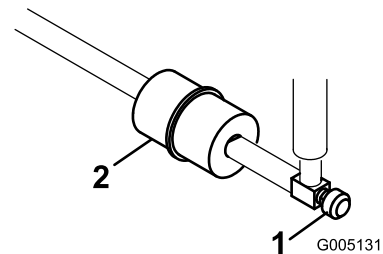

Bild 30
Der Kraftstofffilter befindet sich in der Kraftstoffleitung zwischen dem Tank und dem Vergaser (Bild 30).
1. Schließen Sie den Kraftstoffhahn (Bild 30).
2. Legen Sie eine Ablaufwanne unter den Filter, lockern die Schlauchklemme an der Vergaserseite des Filters und ziehen die Kraftstoffleitung vom Filter ab (Bild 30).
3. Lösen Sie die andere Schlauchklemme und entfernen den Filter (Bild 30).